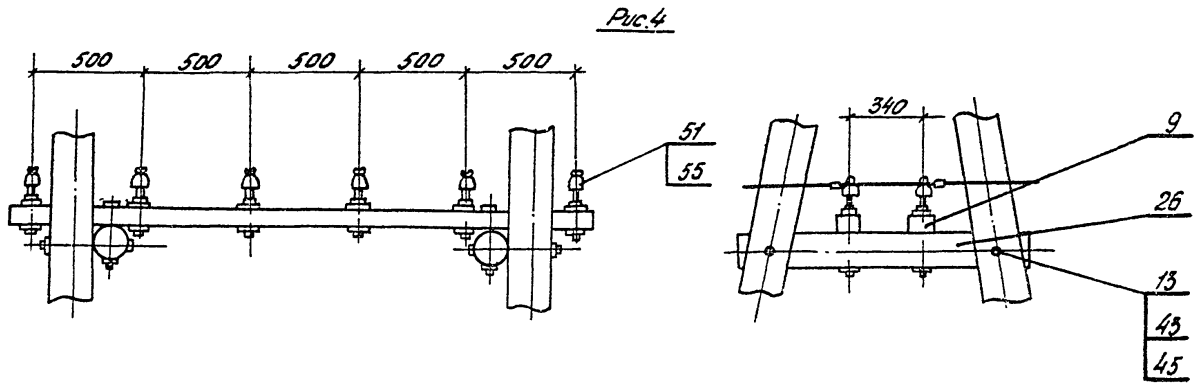

Рис. 5
4. Крепление силовых кабелей при пересечении электрифицированных железнодорожных путей и при стене марки силовых кабелей см. рис. 5